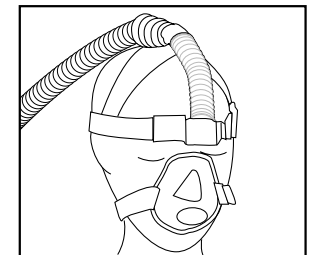

Abbildung 7
- Halten Sie die Maske lose auf das Gesicht. Bringen Sie die Kopfhalterungsbänder so an, dass die Maske bündig und bequem am Gesicht aufliegt (**Abbildung 7**).